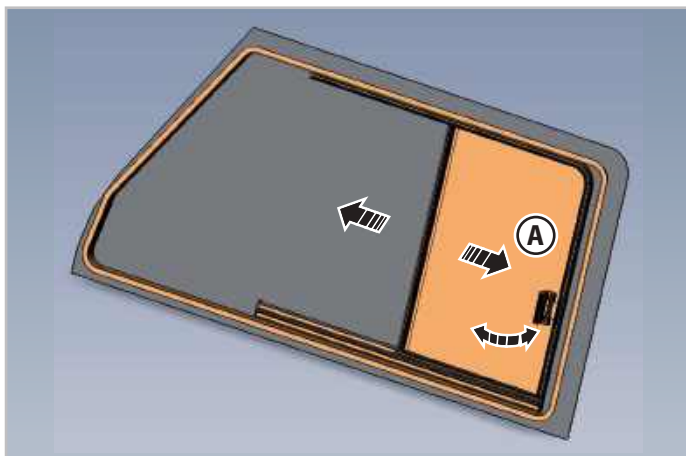

Fig. 3.2 - Baie coulissante côté passager
1. Appuyer sur le crochet de la poignée arrière (**A** - Fig.3.2) et libérer celle-ci du dispositif de retenue pour débloquer la baie.
2. Tirer la poignée (**A** - Fig.3.2) en ouvrant la baie jusqu'à la position souhaitée.
1. Tirer la poignée (**A** - Fig.3.2) en ramenant la vitre en position fermée jusqu'à ce que la poignée soit complètement accrochée au dispositif de retenue.